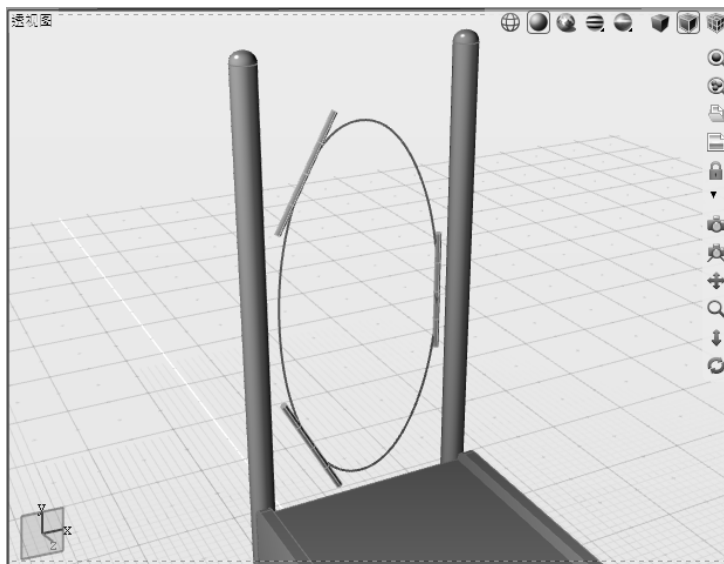

图 5-30 沿椭圆复制圆柱
2) 激活“复制”工具，该工具可理解为沿曲线/面阵列。选择刚刚创建的柱体作为复制对象，以椭圆作为复制路径，获得结果如图 5-30 所示，默认复制数量为 3 个。